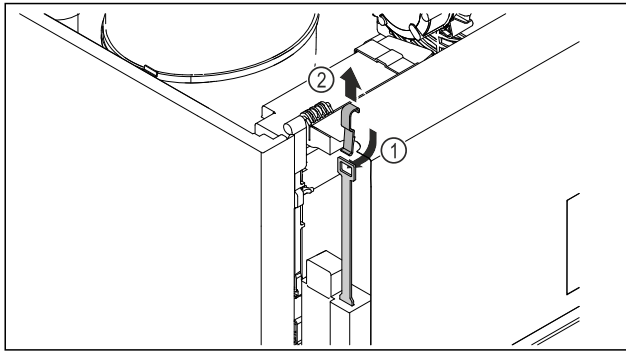

Fig. 244
- ▶ 从上方插入紧急解锁钥匙 Fig. 244 (1)，将其钩住锁，接着向上拉出 Fig. 244 (2)。